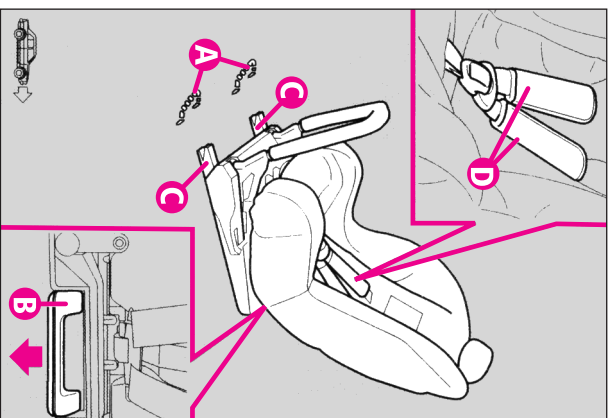

fig. 61
Pentru copii din grupele de greutate 0, 0+ (copii până la 13 kg), scaunele pentru copii sunt așezate cu spatele la direcția deplasării și copilul este încorsetat de centurile scaunului respectiv (D-fig.61).
- verificați dacă pârghia de eliberare (B-fig.61) se află în poziția de repaus (în interior);
- găsiți aplicele (A), apoi poziționați sistemul cu ajutorul dispozitivelor de fixare (C).